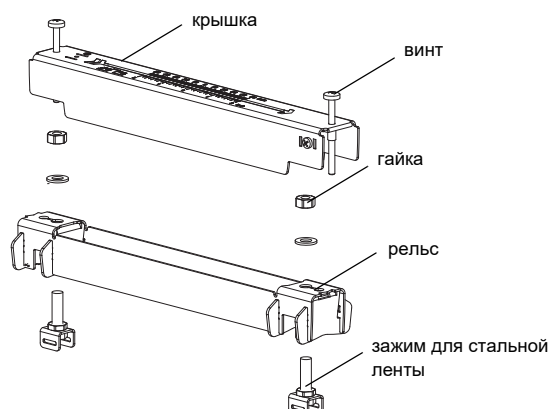

Рис. 8.5: Разборка крепления датчика СКО
- Разберите крепление датчика СКО (смотри Рис. 8.5).